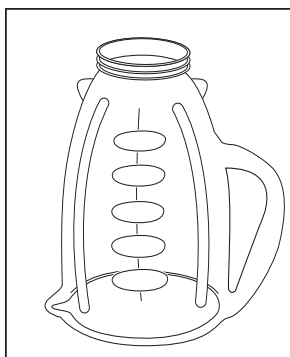

FIGURA 1
2. Gire el vaso al revés de modo que la abertura pequeña esté en la parte alta. (Figura 1)